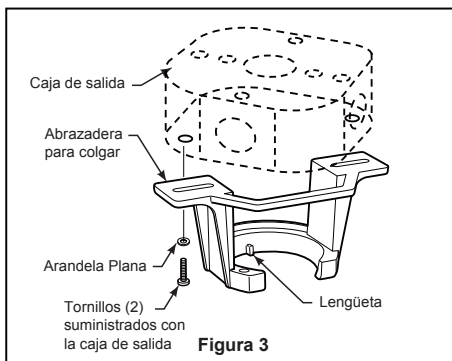

Figura 3
3. Introduzca los cables de color negro, azul y blanco a través de la varilla. (Figura 3)
1. Fije bien la abrazadera para colgar a la caja de salida (no se incluye) con los tornillos y las arandelas provistas con la caja de salida. (Figura 3)